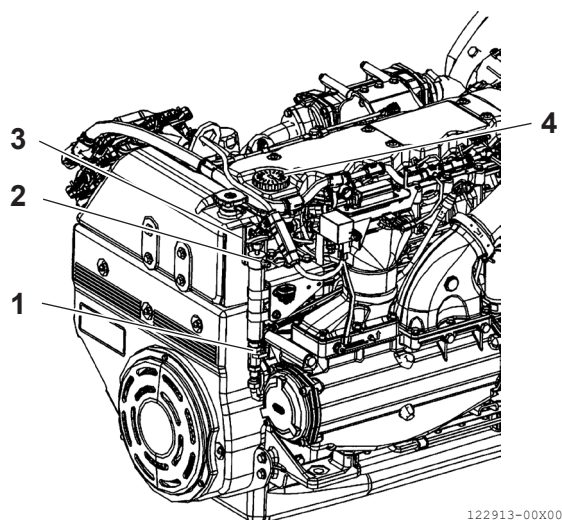

Figura 7
- Posizionare un contenitore sotto la pompa manuale (**Figura 7, (3)**) in corrispondenza del tubo di uscita (**Figura 7, (2)**) per raccogliere l'olio esausto.
- Aprire il rubinetto di estrazione mettendo la leva (**Figura 7, (1)**) in posizione verticale.
- Allentare il tappo di riempimento dell'olio (**Figura 7, (4)**) e agire sulla pompa manuale (**Figura 7, (3)**) necessaria per estrarre l'olio fino a quando la coppa dell'olio è completamente vuota.
- Utilizzando l'astina di livello (**Figura 7, (4)**), controllare che il livello dell'olio sia compreso tra i livelli "Min" e "Max".
- Chiudere il rubinetto di estrazione sollevando la leva (**Figura 7, (1)**) in posizione orizzontale.